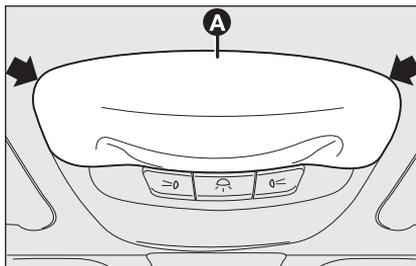

fig. 33
- agir dans les points indiqués par les flèches et enlever le préformé **A** fig. 33;